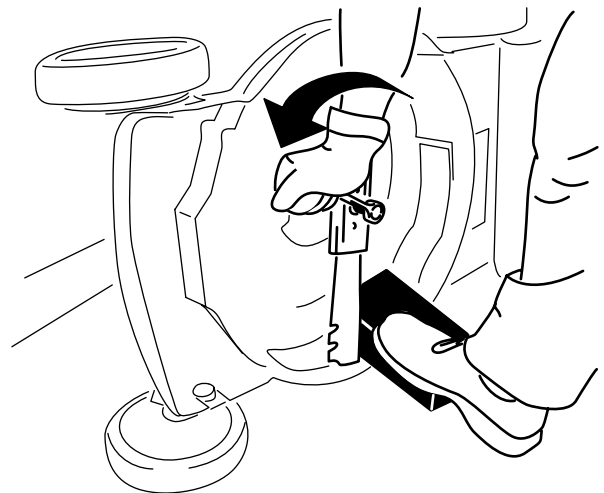

Figure 22
3. Immobilisez la lame avec un morceau de bois (Figure 22).
4. Déposez la lame mais conservez les fixations (Figure 22).